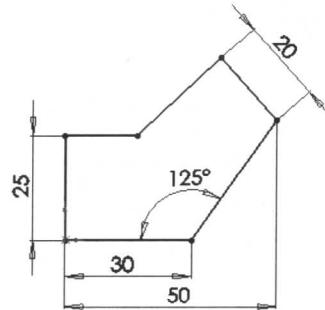

图 1-5 标注尺寸
(5) 标注尺寸。单击“智能尺寸”按钮 D ，对草图进行尺寸标注，如图 1-5 所示。